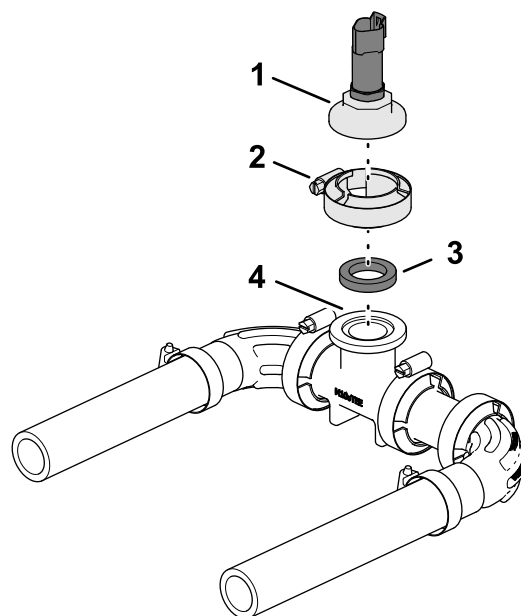

図 57
1. 水圧トランスデューサの付いたポート付きフィッティングキャップとガasketを、マニホルドのT字フィッティングに整列させて取り付ける (図 57)。
2. フランジクランプで、フィッティングキャップとガスケットを T 字フィッティングに固定する 図 57。